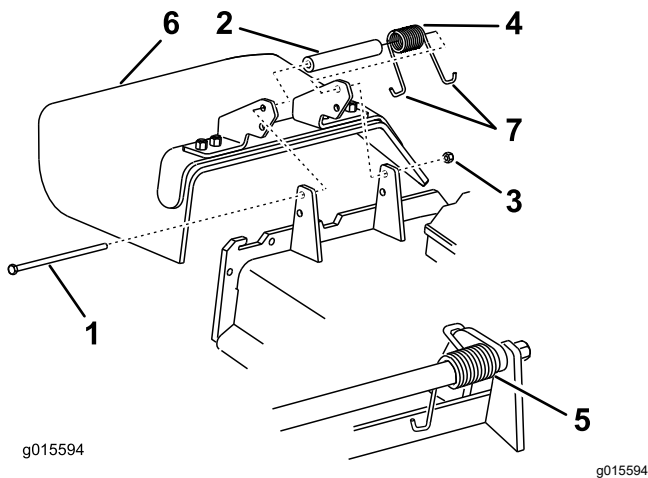

Figura 92
1. Togliete il dado di bloccaggio, il bullone, la molla e il distanziale che fissano il deflettore alle staffe orientabili del tosaerba (Figura 92).
2. Togliete il deflettore di sfalcio se è danneggiato o consumato (Figura 92).
Nota: Verificate che un'estremità a gancio J della molla si trovi dietro il bordo del piatto di taglio prima di montare il bullone, come illustrato nella Figura 92.
6. Infilate l'estremità a gancio J della molla attorno al deflettore dello sfalcio (Figura 92).